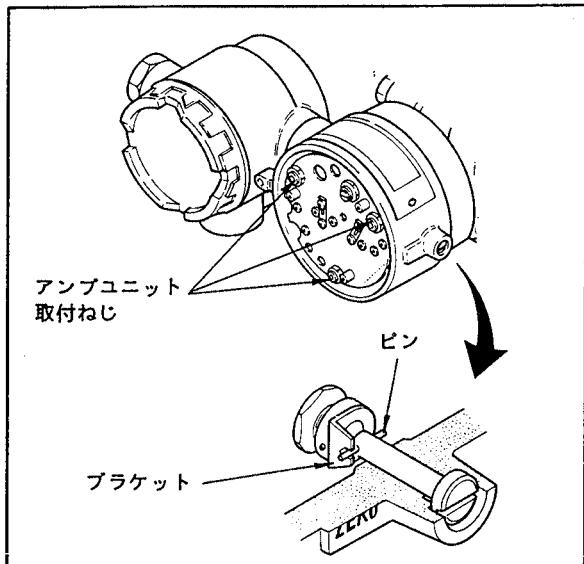

図6.4 アンプユニットを取りはずす場合
- (4) ゼロ調整ねじをマイナスドライバで回し、ゼロ調整ボリュームのプラケットが図6.4のような位置になるようにします。
- (5) 3本のアンプユニット取付ねじをプラスドライバでゆるめ、アンプユニットを真直に取出します。内蔵指示計付のとき指示計をアンプユニットにつけてままはずすことができます。